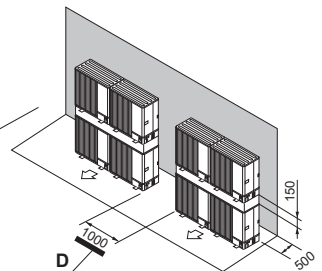

Abb. 2-18
- (7) Anlagen in gestapelter Anordnung (Abb. 2-18)
- D: Freiraum (Abb. 2-18)